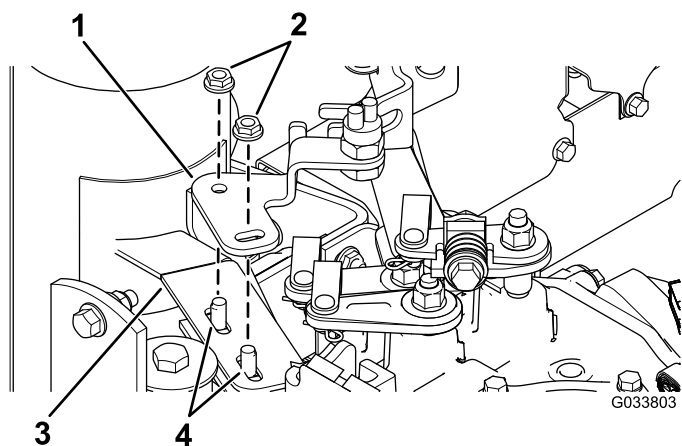

Figura 4
3. Instale el soporte del interruptor de bola al bastidor del silenciador con los 2 pernos de cuello cuadrado (5/16" x 1") y 2 contratuercas (5/16"), según se muestra en Figura 4.